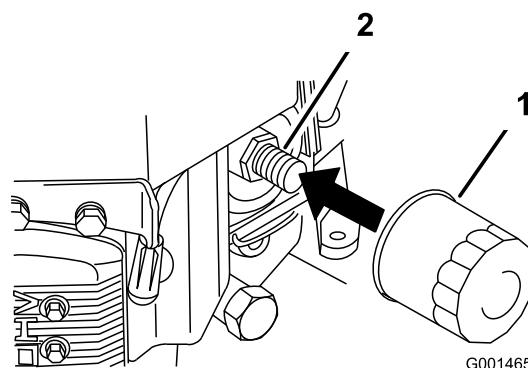

Figure 23
2. Retirez le filtre usagé (Figure 23).
3. Appliquez une fine couche d'huile neuve sur le joint en caoutchouc du filtre de rechange (Figure 23).
4. Posez le filtre à huile de rechange sur l'adaptateur, tournez le filtre dans le sens horaire jusqu'à ce que le joint en caoutchouc touche l'adaptateur, puis serrez le filtre de 3/4 de tour supplémentaire (Figure 23).